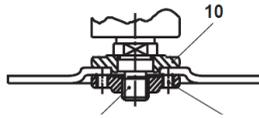

Fig. 14
- Rodas finas (< 4 mm) com centro curvo: coloque a flange de bloqueio (9) com o lado saliente afastado da roda (Fig. 14).